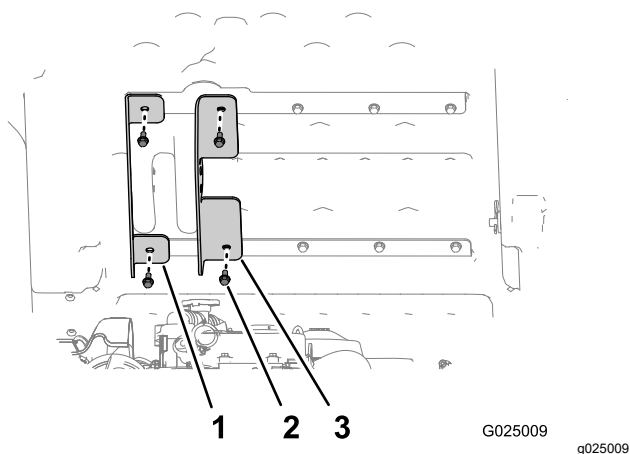

Рисунок 5
3. Совместите левый наружный подъемный кронштейн (кронштейн с короткими фланцами) с наружными отверстиями в верхней и нижней поперечинах кузова (Рисунок 5).
4. Прикрепите наружный подъемный кронштейн к платформе с помощью 2 болтов, снятых при выполнении действий, описанных в пункте 1, и затяните болты от руки (Рисунок 5).
5. Совместите внутренний подъемный кронштейн (кронштейн с длинными фланцами) с внутренними отверстиями в верхней и нижней поперечинах кузова (Рисунок 5).
6. Прикрепите внутренний подъемный кронштейн к платформе с помощью 2 болтов, снятых при выполнении действий, описанных в пункте 2, и затяните болты от руки (Рисунок 5).